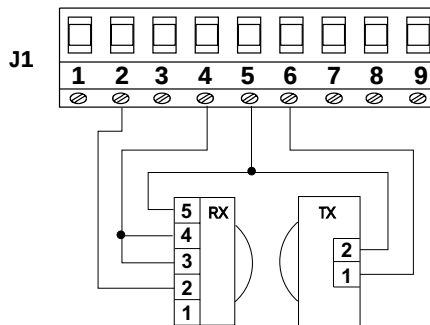

Fig. 12
Le Failsafe est un système électronique de contrôle de l'efficacité de fonctionnement des photocellules connectées. Le contrôle est effectué en fermeture avant tout actionnement des moteurs, en coupant momentanément l'alimentation au faisceau (TX) de la photocellule pour contrôler l'ouverture consécutive du contact sur le récepteur (RX). Au cas où cela ne se produirait pas, le mouvement de l'automation est désactivé par sécurité. *La validation du Failsafe requiert une alimentation séparée pour les faisceaux des photocellules (Fig. 12).*